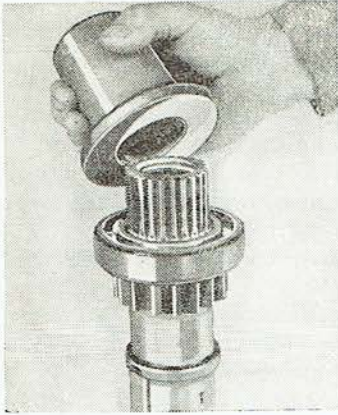

Abb. 123
2. In das Getriebegehäuse ist die Hohlwelle der Reduktion samt Lager 6210 (6208, 6310) einzusetzen. Auf den Vorderteil der Welle ist das Zahnrad der Reduktion aufzusetzen (Achtung auf den Keil). Beim Austausch des Lagers 6210 (6208, 6310) ist ein Aufschläger (Abb. 123) zu benutzen.